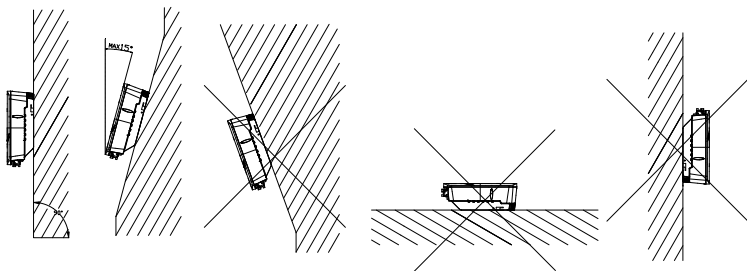

Figura 4.1 Metodo di montaggio
- (1) L'apparecchiatura è raffreddata tramite convezione naturale ed è adatta ad installazioni in ambienti interni o in esterni.
- (2) Installare l'apparecchiatura secondo quanto indicato in Figura 4.1. Si consiglia l'installazione verticale rispetto al pavimento o inclinato all'indietro di max. 15°. Non installare mai l'inverter inclinato in avanti, lateralmente, orizzontalmente o capovolto.
- (3) Si consiglia di installare l'inverter ad altezza uomo per comodità di consultazione del display e per favorire le possibili attività di manutenzione.
- (4) Scegliere una parete di montaggio sufficientemente robusta per sopportare il peso dell'inverter e di eventuali accessori. Assicurarsi che la staffa di montaggio sia ben fissata al muro.